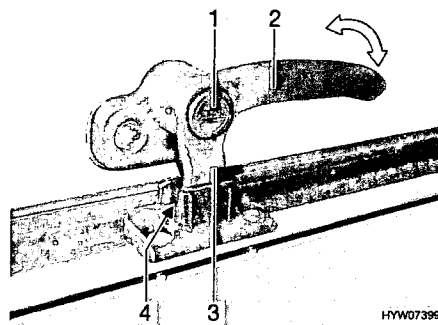

Bild 12 Verriegelungshebel in Stellung "Dauerbelüftung"
- in Stellung "Dauerbelüftung" (Bild 12)
- Sicherungsknopf (Bild 12,1) drücken und gedrückt halten.
- Den Verriegelungshebel (Bild 12,3) eine viertel Umdrehung zur Fenstermitte hin drehen.
- Den Verriegelungshebel wieder zurückdrehen. Die Verriegelungsnase (Bild 12,3) am Verriegelungshebel dabei in die Aussparung der Fensterverriegelung (Bild 12,4) einfahren.
- Sicherungsknopf (Bild 12,1) loslassen.